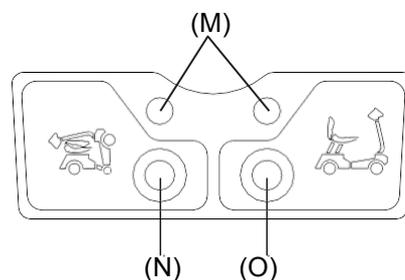
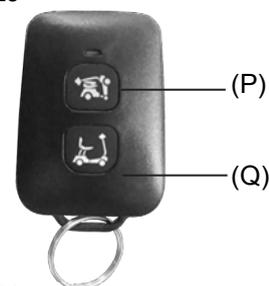

Bild 23
Bild 24
- När scootern är avstängd och befinner sig i vänteläge för ihop-/uppfällning lyser scooters indikatorlampan för ihop-/uppfällning med orange ljus. (Bild 23)
- Knappar på scootern (bild 23)
- Tryck en gång på ihopfällningsknappen (N) för att fälla ihop den automatiskt. Se till att scootern är helt utsträckt innan den fälls ihop.
- Tryck en gång på uppfällningsknappen (O) för att fälla upp den automatiskt. Se till att scootern är helt ihopfälld innan den fälls upp.
- Tryck på (N)/(O) igen för att fälla ihop/upp om ihop-/uppfällningen avbryts.
- Knappar på manöverboxen (bild 24)
- Tryck en gång på ihopfällningsknappen (P) för att fälla ihop den automatiskt. Se till att scootern är helt utsträckt innan den fälls ihop.
- Tryck en gång på uppfällningsknappen (Q) för att fälla upp den automatiskt. Se till att scootern är helt ihopfälld innan den fälls upp.
- Tryck på (P)/(Q) igen för att fälla ihop/upp om ihop-/uppfällningen avbryts.